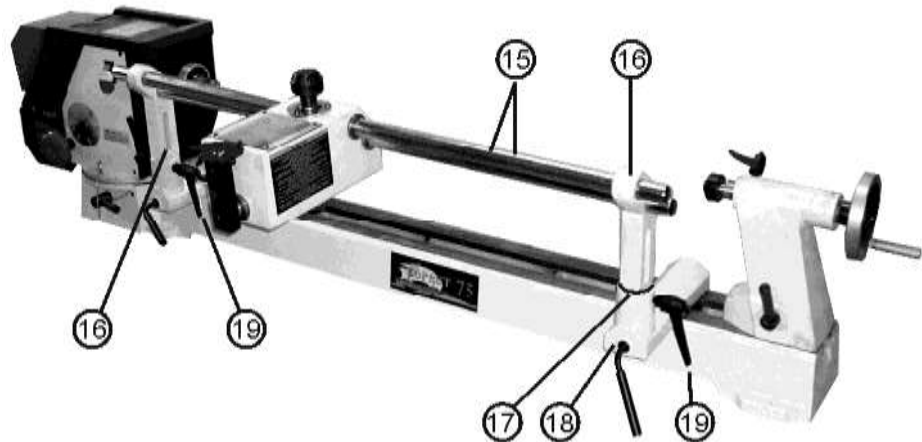

Рис.5
5.4. Установка копира на токарный станок (Рис.5)